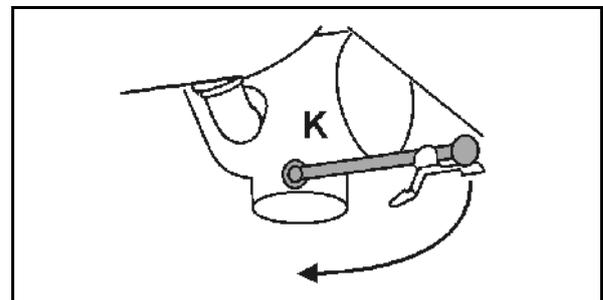

Fig. 92
6. Le cas échéant, éliminez le reliquat par le robinet de vidange (Fig. 92) dans le champ.